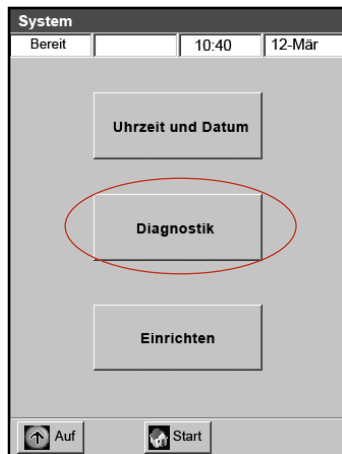
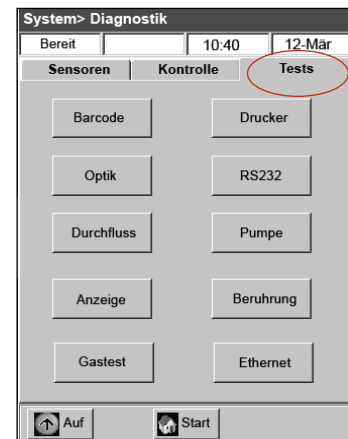

Abbildung J-1: Bildschirm System
Abbildung J-4: Registerkarte System > Diagnostik > Tests
2. Tippen Sie auf **Diagnostik** (Abbildung J-1) und anschließend auf die Registerkarte **Sensoren** (Abbildung J-2).
2. Tippen Sie auf **Diagnostik** (Abbildung J-1) und anschließend auf die Registerkarte **Kontrolle** (Abbildung J-3).
2. Tippen Sie auf **Diagnostik** (Abbildung J-1) und anschließend auf die Registerkarte **Tests** (Abbildung J-4).